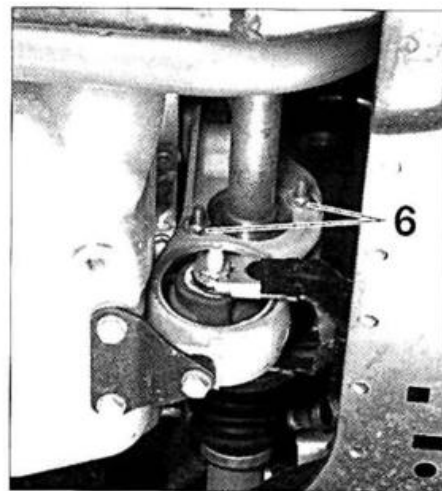
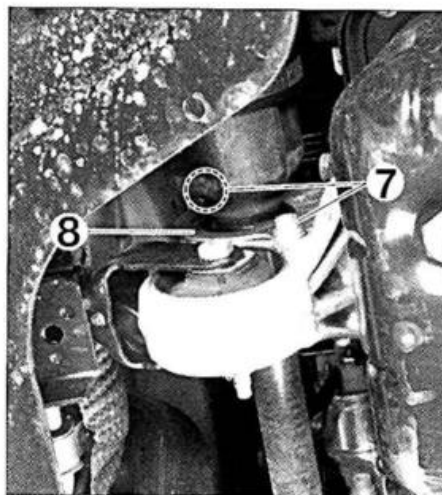

FIG. 4
FIG. 5
- 1º caso (fig. 4):
- aflojar las tuercas (6)
- 2º caso (fig. 5):
- aflojar los tornillos (7)
- desmontar el tornillo (7) inferior
- desmontar la placa de sujeción (8)